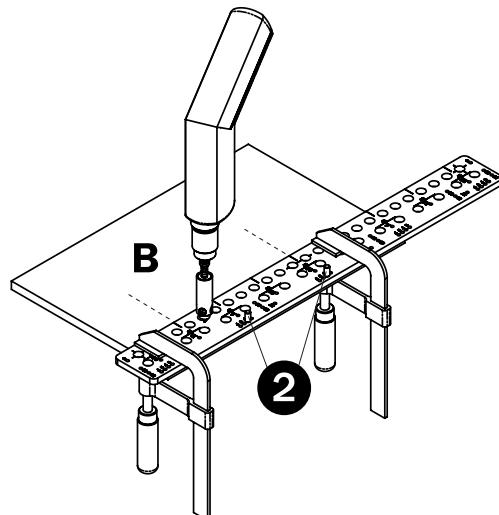

Fig. 16
Introduzca dos mandriles (**pos. 2**) con la serie de pasos más adecuada para la bisagra elegida (**Fig. 16 e 17**) en uno de los agujeros 3 - 6 (según la distancia elegida del quicio al borde). Coloque **CMT900** sobre la pieza de trabajo de modo que el eje central del paso elegido de la bisagra sobre la plantilla corresponda con el eje central sobre la pieza de trabajo y que los mandriles adhieran al borde anterior de la pieza de trabajo. Utilice el adaptador portabroca **CMT400-1** con la broca para agujeros no pasantes con diámetro de 3mm para tornillos para madera, de 5mm para tornillos euro o de 8mm para tacos de fijación rápida.